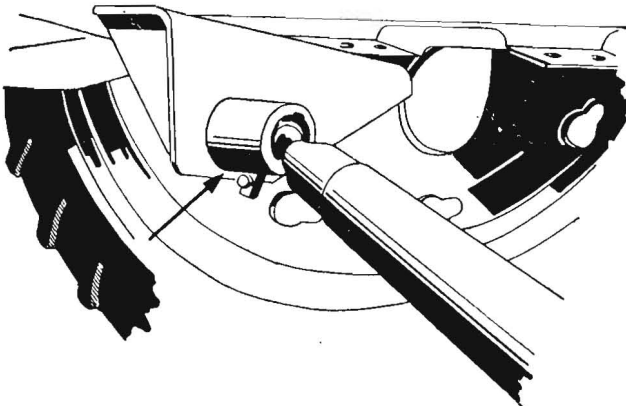

Bild 12
- c) Die Kugelpfanne in die Bohrung des Stützwinkels einführen und den Bolzen durch Federstecker sichern. (Bild 12)